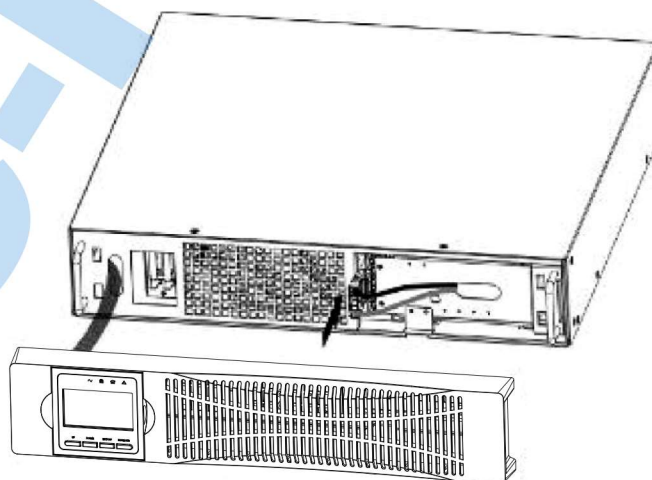

Рис. 3-10. Подключение внутренних батарей.
2. Подсоедините внутренний разъем аккумулятора (рис. 3-10). Красный провод к красному, чёрный к чёрному. Нажмите на коннектор до характерного щелчка.